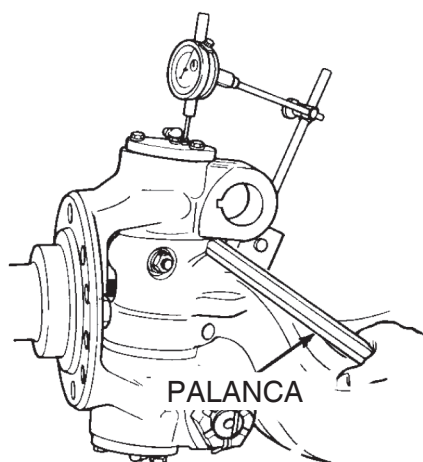

Figura 6
4. Coloque una palanca entre la bossa del brazo de dirección y la viga. Empuje la punta de eje hacia arriba. Figura 6.
El resultado de la lectura debe estar entre 0.02 - 0.64 mm (0.001- 0.025") para ejes nuevos o reconstruidos y 0.025 - 1.650 mm (0.001-0.065") para ejes en uso. Figura 6.